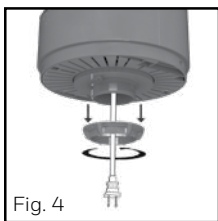

Fig. 4
- À la base du boîtier, retirez l'écrou de verrouillage et mettez-le de côté (Fig. 4).